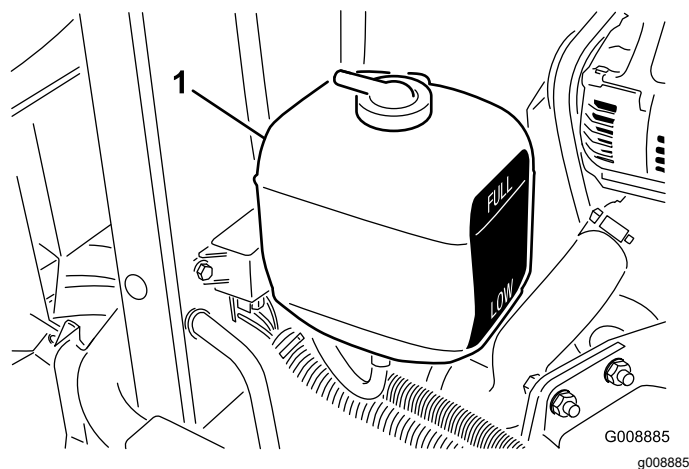

Figure 29
2. Vérifiez le niveau de liquide de refroidissement dans le vase d'expansion (Figure 29). Quand le moteur est froid, le niveau du liquide de refroidissement doit se situer à peu près entre les deux repères qui figurent sur le côté du réservoir.